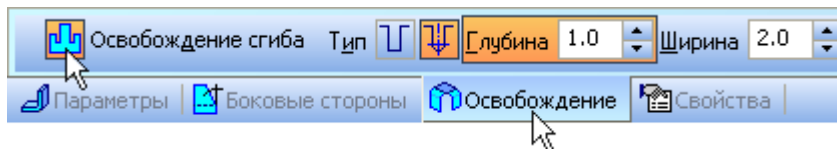

Рисунок 22.
- Убедитесь, что кнопка Скругленное в группе Тип находится во включенном состоянии, поле Глубина имеет значение 1 мм, а поле Ширина — значение 2 мм. Эти параметры были заданы при настройке листового тела в новых деталях (рис. 22).